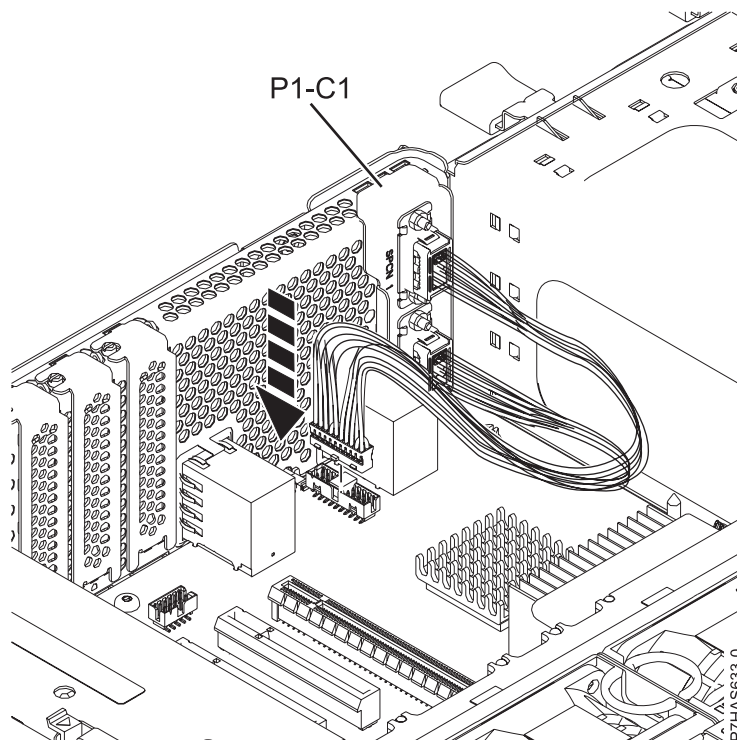

Figure 9. Remise en place de l'assemblage de câble SPCN
- a. Saisissez avec précaution l'assemblage de câble SPCN 2 ports FC EJ0G (C) (voir la figure 9, à la page 12) par la partie supérieure du taquet de la contre-poupée et alignez-le avec l'emplacement GX 1 (P1-C1) situé à l'arrière du châssis.
- c. Insérez l'autre extrémité du câble dans le connecteur situé sur le fond de panier du système (voir la figure 9, à la page 12).